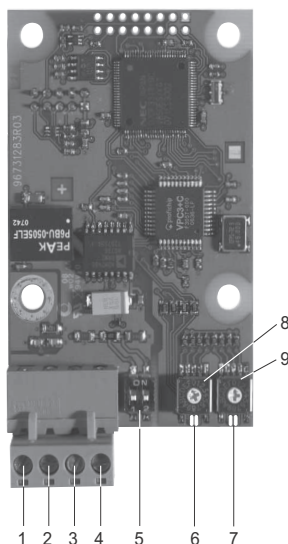

图 1 CIM 1XX Profibus 模块
**注意** 位置 4，图 1 的电源必须只用于外部接线端子。